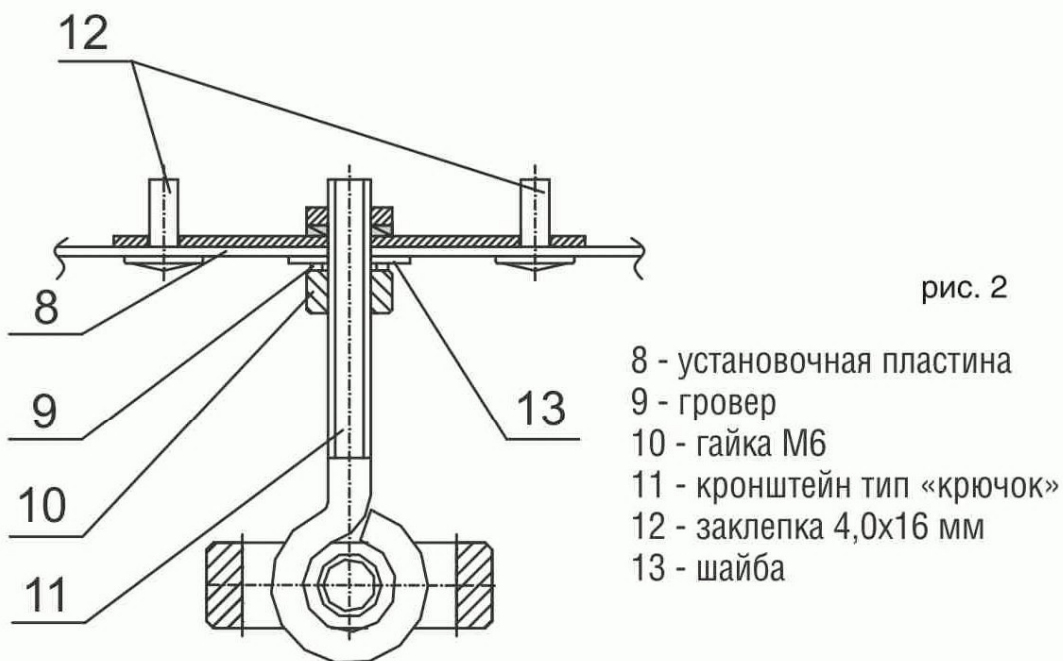

рис. 2
5. Установить кронштейн на капоте автомобиля (см. рис.2).